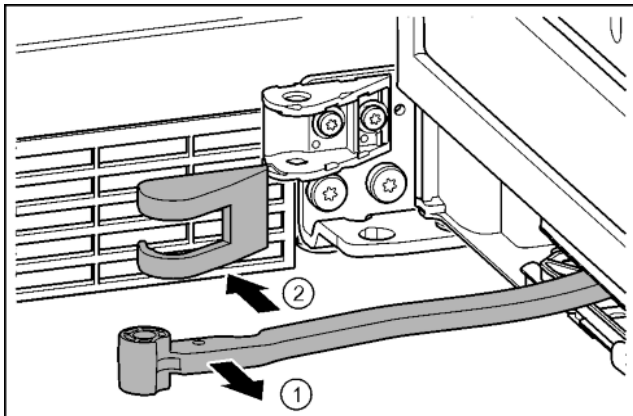

Fig. 19
- Tourner l'articulation en direction de la porte. Fig. 19 (1)
- Retirer le cache du support de palier. Fig. 19 (2)